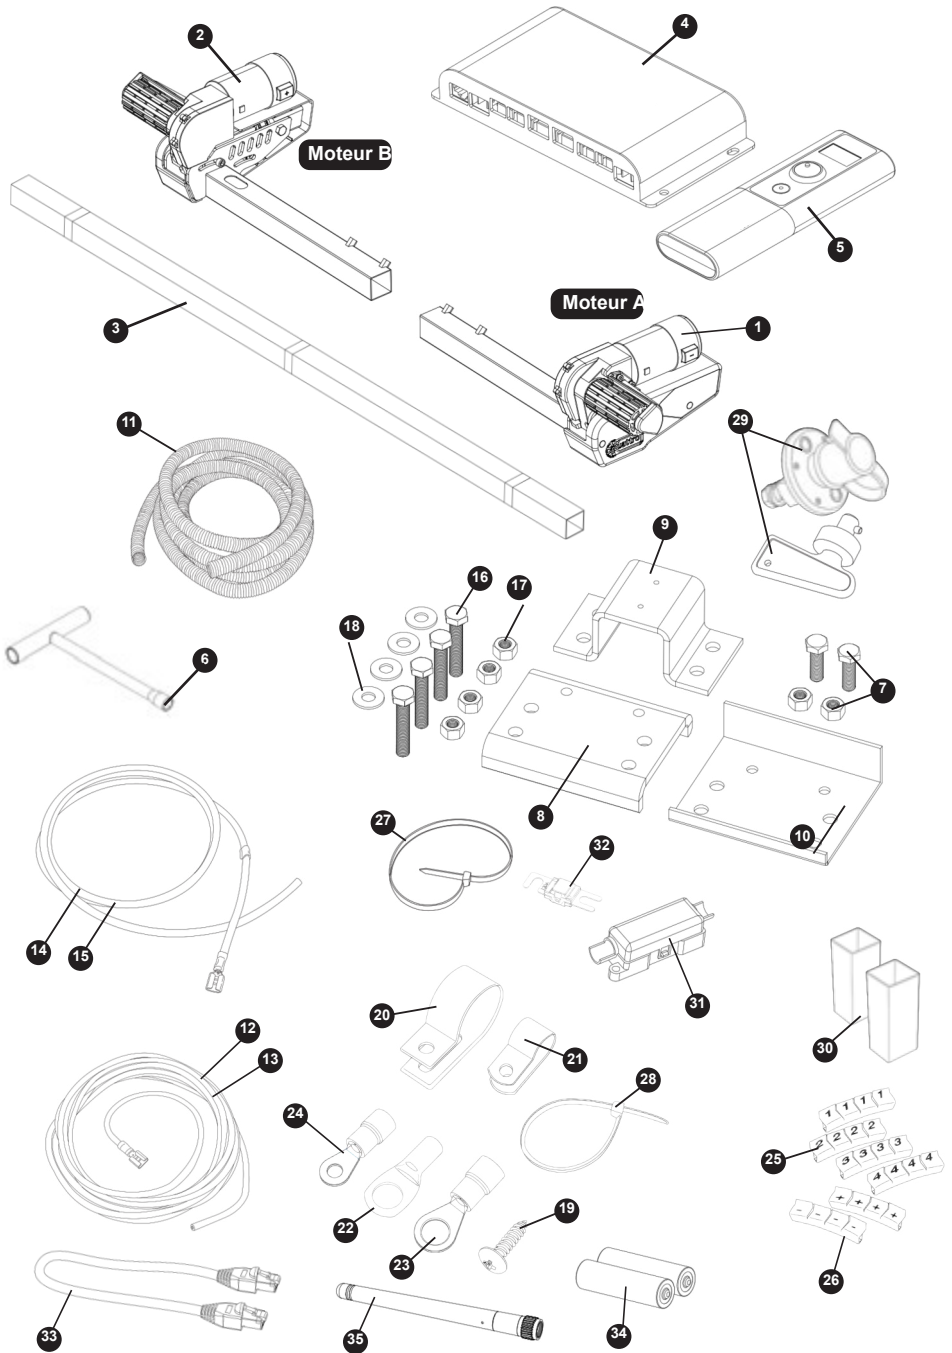
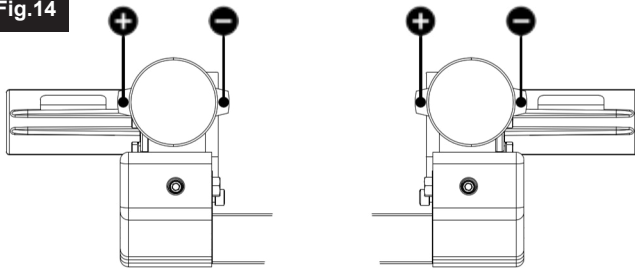

Fig.1
Fig.15
Assemblez sans serrer le côté cadre du moteur (1), le côté cadre du moteur (2) et la traverse principale (3) (voir Fig.1). Les écrous (Fig.1.A) pour la fixation de la barre transversale doivent être serrés à la main à ce stade.
Placez l'ensemble (Fig.1) sans le serrer sous la caravane. En principe, l'unité doit être installée devant les roues de la caravane, mais si l'installation dans cette position n'est pas possible, il est possible de l'installer à l'arrière des roues en faisant pivoter l'ensemble de 180° degrés (note : dans ce scénario, se référer ultérieurement à la Fig.15 pour le schéma de câblage de l'essieu arrière). Assurez-vous que la barre transversale principale (3) est positionnée au centre de l'ensemble caravane/mobile (le centre est marqué). Ajustez l'ensemble de façon à ce que les rouleaux de la caravane soient alignés avec les pneus, ceci peut être ajusté légèrement plus tard.
Commencez par câbler votre second système de déplacement en suivant les mêmes procédures que celles indiquées dans la section précédente 'Installation - Composants électriques/électroniques'. La Fig.15 présente le schéma de câblage pour cette configuration d'essieu arrière. La Fig.16 peut également être utilisée pour avoir un aperçu général de la manière dont le câblage de l'essieu double doit être configuré. Suivez attentivement ces schémas pour vous assurer que les moteurs sont alimentés comme prévu et ne fonctionnent pas l'un contre l'autre en cours de fonctionnement.